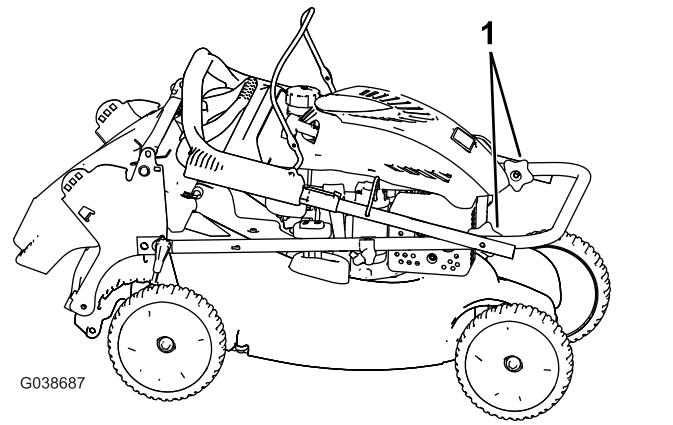

Figura 23
4. Gire la sección superior del manillar hacia atrás sobre el motor; consulte Figura 23.